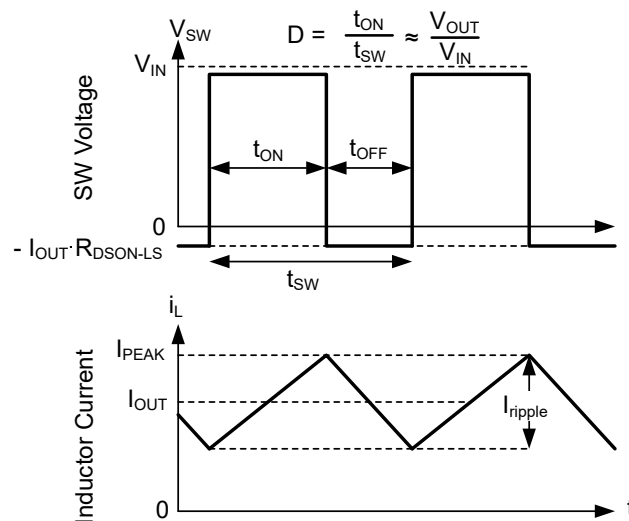

図 7-15. 連続モード (CCM) における SW 電圧とインダクタ電流の波形
本デバイスの以下の動作の説明は、セクション 7.2 と以下の波形 (図 7-15) を参照しています。CCM では、本デバイスは、内蔵ハイサイド (HS) およびローサイド (LS) スイッチを各種デューティサイクル (D) でオンにすることで、出力電圧のレギュレーションを実現します。HS スイッチのオン時間の間、SW ピンの電圧 (V_{SW}) は V_{IN} の付近までスイングし、インダクタ電流 (i_L) は線形的な傾きで増加します。HS スイッチは、制御ロジックによってオフにされます。HS スイッチのオフ時間 (t_{OFF}) の間、LS スイッチはオンにされます。インダクタ電流は LS スイッチを通して放電され、LS スイッチの両端の電圧降下によって V_{SW} をグランドの下まで強制的にスイングさせます。一定の出力電圧を維持するため、コンバータループはデューティサイクルを調整します。D は、HS スイッチのオン時間をスイッチング周期で割った値として次のように定義されます。